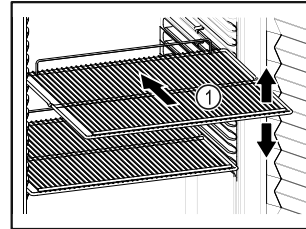

Fig. 62 Ενδεικτική απεικόνιση
- ❑ Εάν τα ράφια Fig. 62 (1) είναι ρυθμιζόμενα, προσαρμόστε τα ανάλογα με το ύψος.